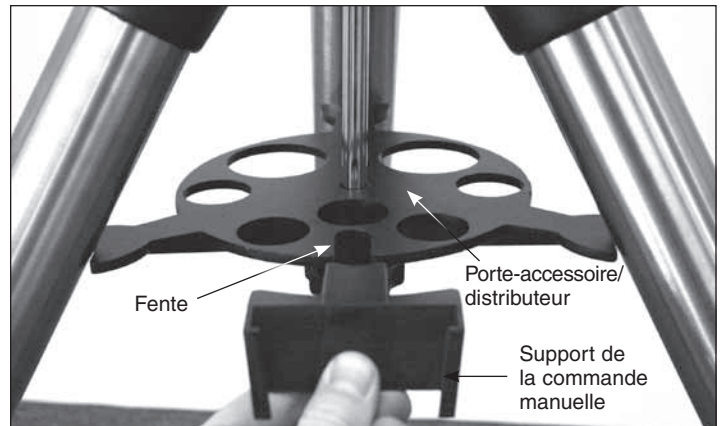

Figure 6. Le support de commande manuelle s'enclenche dans la fente du porte-accessoire.
3. Insérez la télécommande dans la fente en forme de U sur le porte-accessoire/distributeur (**Figure 6**).